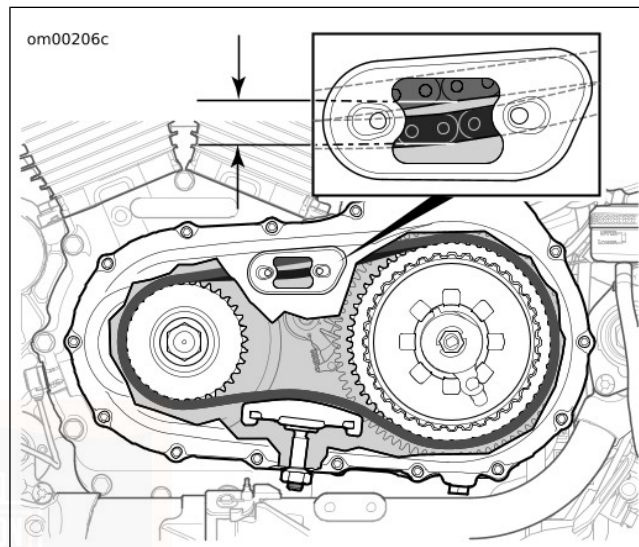

Figura 49. Gioco della catena della trasmissione primaria
3. Vedere Figura 49. Controllare la tensione della catena della trasmissione primaria misurando il gioco libero.